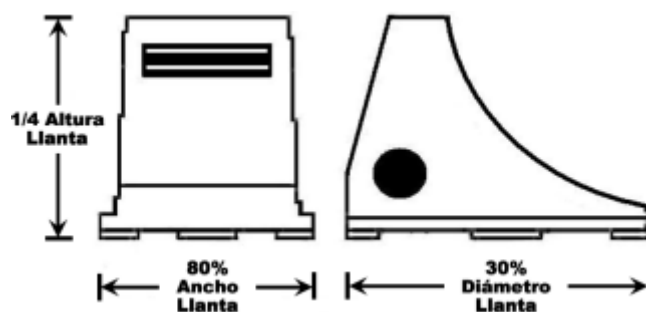

Figura 1 – Características y dimensiones proporcionales mínimas de tacos para otros vehículos
- Las cuñas de seguridad deben ser usados cuando se estacione un vehículo, siempre que no haya un badén; las dimensiones mínimas de estos serán de acuerdo con el tamaño de las llantas del vehículo (Ver Figura 1).